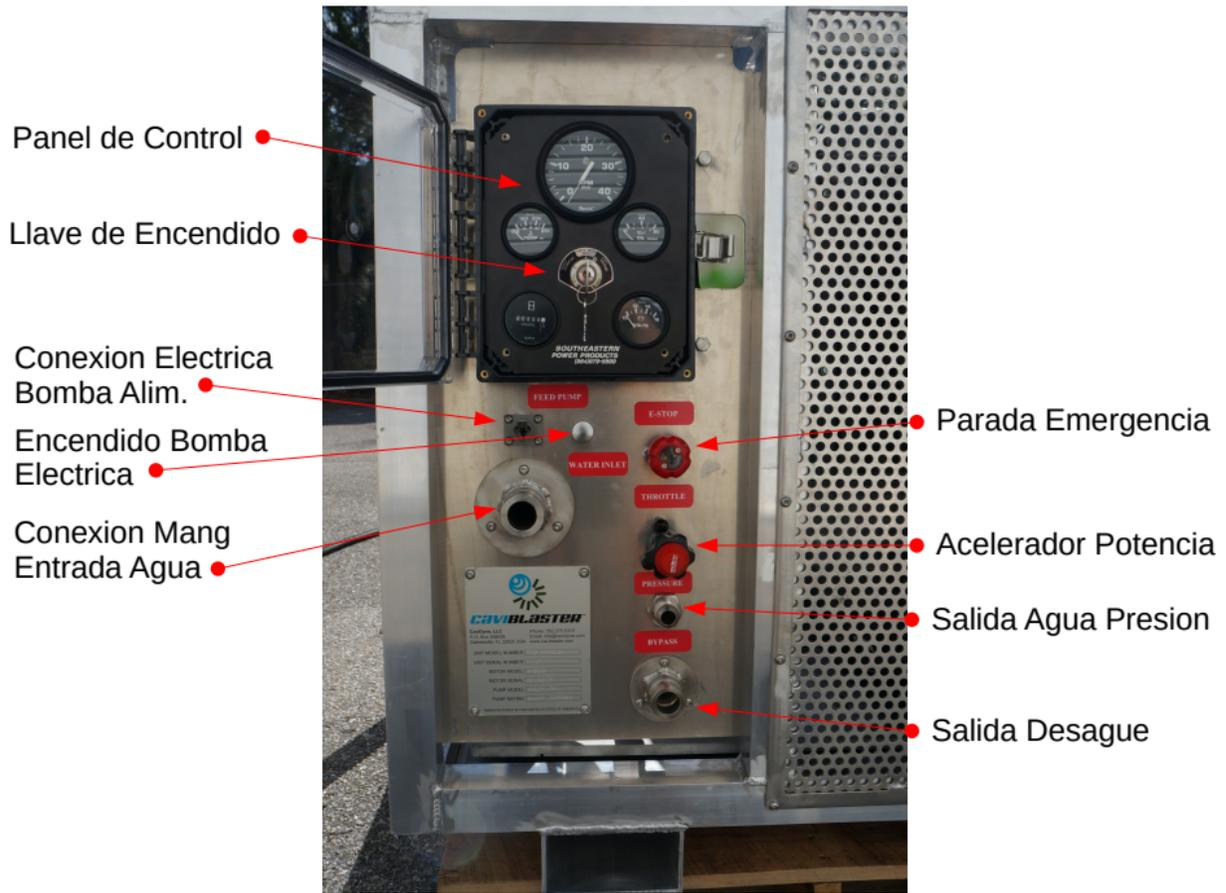

Figura 2.2 - Panel de control CaviBlaster 2022-D
- 6) Conecte la manguera de derivación (consulte la Figura 2.2).
- 7) Conecte la manguera de presión (Ver Figura 2.2).
1. Presione el botón de parada de emergencia ubicado en el panel de control frontal (consulte la Figura 2.2).
La conexión de entrada de agua de alimentación se encuentra en el panel de control frontal del 2022-D CaviBlaster (consulte la Figura 2.2). Dos condiciones de suministro de agua son aceptables para la unidad CaviBlaster.